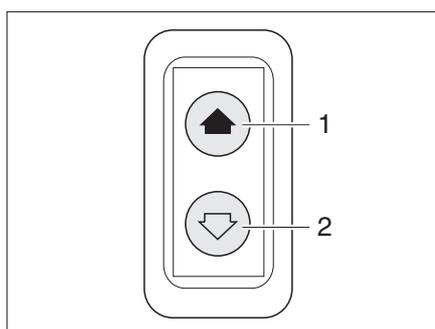

Fig. 23 Interruttore per alzacristalli elettrico
Il veicolo è dotato di un alzacristalli elettrico (Fig. 23) posto sul lato del conducente.
- Premere l'interruttore in basso (Fig. 23,2).
- Premere l'interruttore in alto (Fig. 23,1).